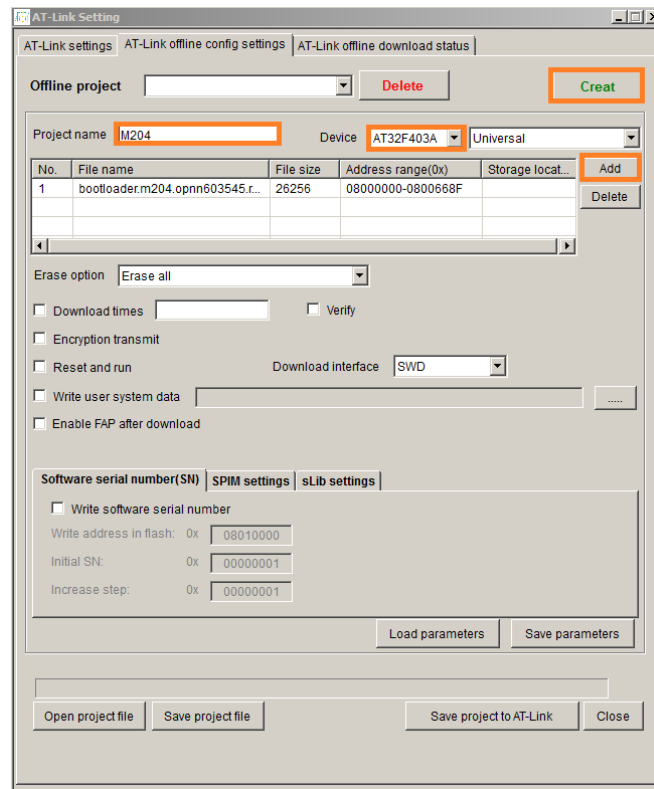

Рисунок 3.6 – Создание проекта
3.4.8 Нажать кнопку **Creat** в блоке **Offline project** для создания проекта (рисунок 3.6).